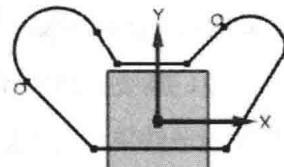

图 1.3.2 草图轮廓
Step2. 选择下拉菜单 **插入(I)** → **在任务环境中绘制草图(W)** 命令，选择 XY 平面为草图平面，单击 **确定** 按钮，系统进入草图环境。选择下拉菜单 **插入(I)** → **曲线(C)** → **轮廓(O)** 命令，绘制图 1.3.2 所示的草图轮廓。